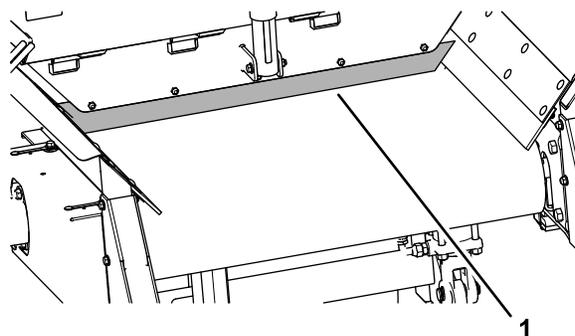

Рисунок 57
5. Снимите скребок ленты транспортера в сборе с задней части машины (Рисунок 57).